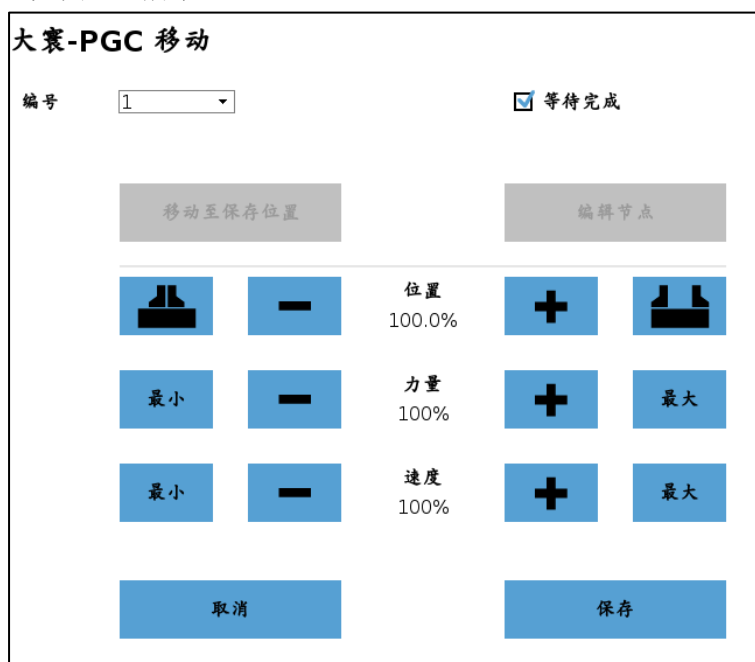

图 5.5 设置夹爪
2. 点击中 URcaps 插件命令，添加所需要的功能节点。如，选中**大寰-PGC 移动**添加插件控制程序。如图 5.5 所示。